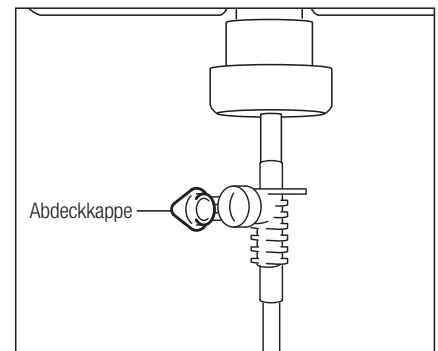

Abb. 12
- 5) Öffnen Sie die Kappe, um Luft in den Beutel gelangen zu lassen. (Abb. 12)